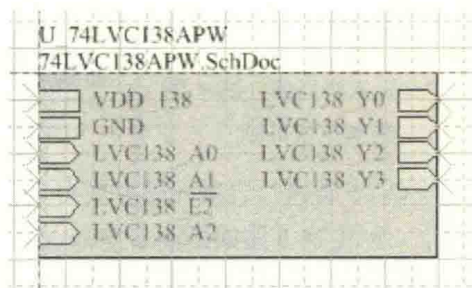

图 4-94 子图方块图的放置
(4) 在原理图关联对话框中双击需要放置方块图的子图，鼠标即激活方块图的放置，单击母图的空白处可以放置，如图 4-94 所示。